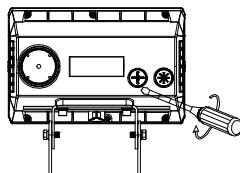

figure 15
- Étape 1 : ouvrez le bouchon métallique dans le sens contraire des aiguilles d'une montre, puis glisser l'interrupteur vers le haut et vers le bas pour régler le contrôleur de puissance ou le contrôleur de TCP, selon vos besoins (figure 15) ;